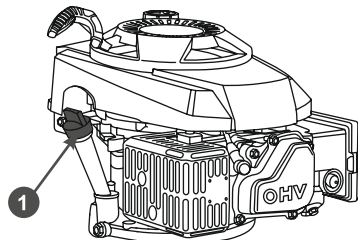

Рис. 9 Крышка-щуп маслозаливной горловины
2. Откройте крышку-щуп 1 маслозаливной горловины и извлеките щуп (Рис. 9).